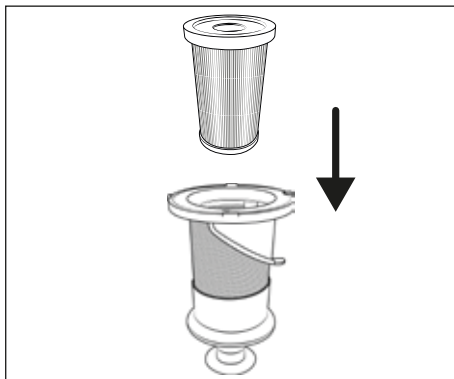

Abb. 24
- 7) Setzen Sie den EPA-Filter **5** in den Edelstahlfilter **6** ein (siehe Abb.24).